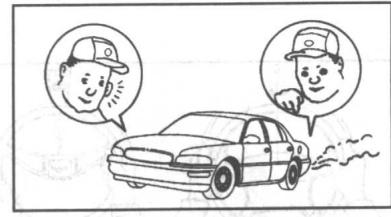

图 1-11
- 在发动机运转状态下，听察有无异响，观察各仪表工作是否正常(图 1-11)。